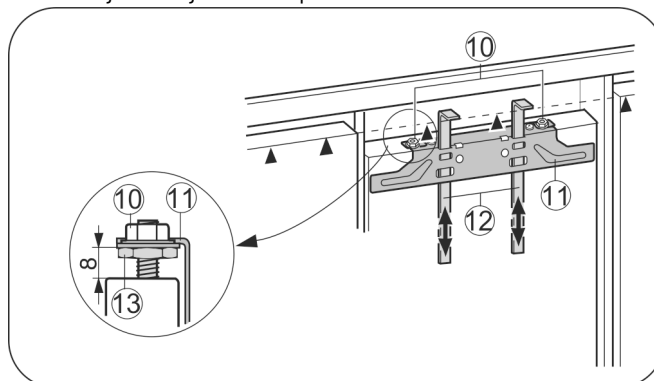

Fig. 25
- Montažni pripomoček Fig. 25 (12) pritisnite na višino vrat pohošva. Spodnji omejevalni rob ▲ montažnega pripomočka = zgornji rob vrat pohošva, ki jih montirate.
- Pritrdilni prečnik Fig. 25 (11) odvijte nad protimatico Fig. 25 (10).